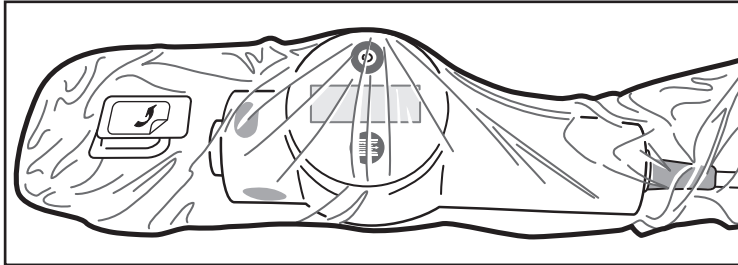

Figura 6. Bolsa posicionada
7. Para posicionar a bolsa, pare de avançar a Unidade de Acionamento do Motor MDU5 PLUS para dentro da mesma assim que obtiver um encaixe devidamente apertado. O operador no campo esterilizado não necessita de fazer avançar a Unidade de Acionamento do Motor MDU5 PLUS na íntegra até à placa dianteira da bolsa. É normal que exista um espaço entre a abertura da Unidade de Acionamento do Motor MDU5 PLUS e a placa dianteira existente na bolsa (Figura 6).